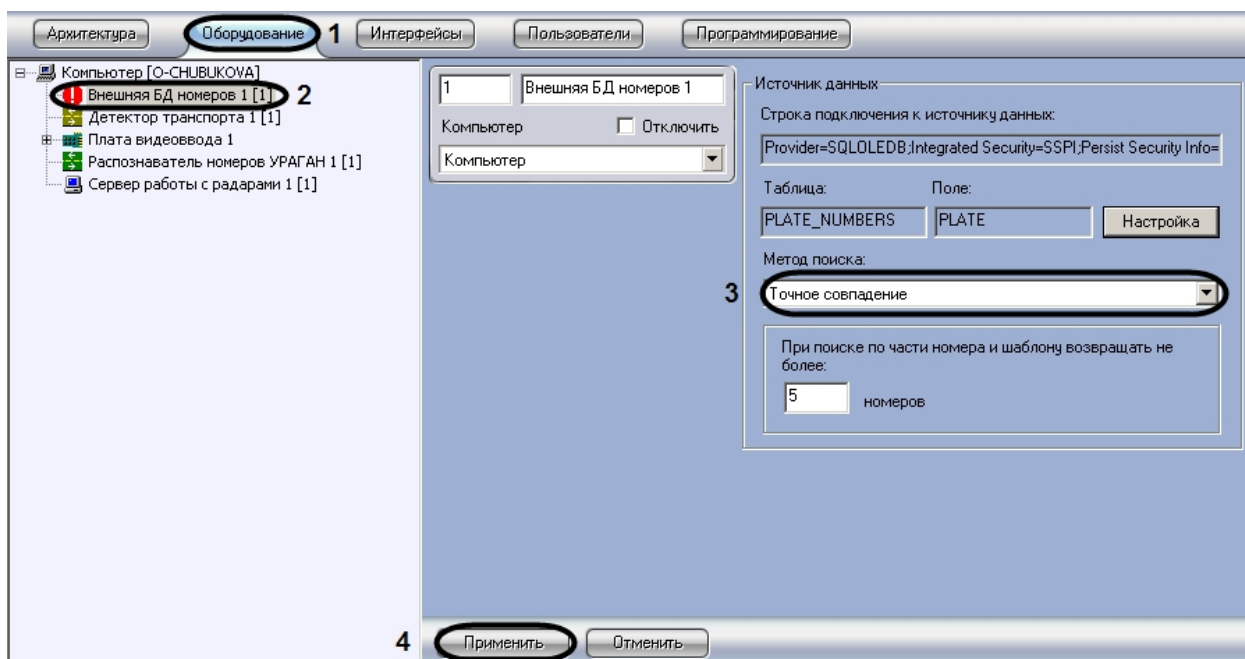

Рис. 84. Выбор метода поиска во внешней базе данных
1. Перейти на вкладку «Оборудование» диалогового окна «Настройка системы» (см. Рис. 84, 1).
2. Выбрать в дереве объект «Внешняя БД номеров» (см. Рис. 84, 2).
3. Выбрать метод поиска номеров из раскрывающегося списка (см. Рис. 84, 3).
4. Нажать кнопку «Применить» для сохранения внесенных изменений (см. Рис. 84, 4).